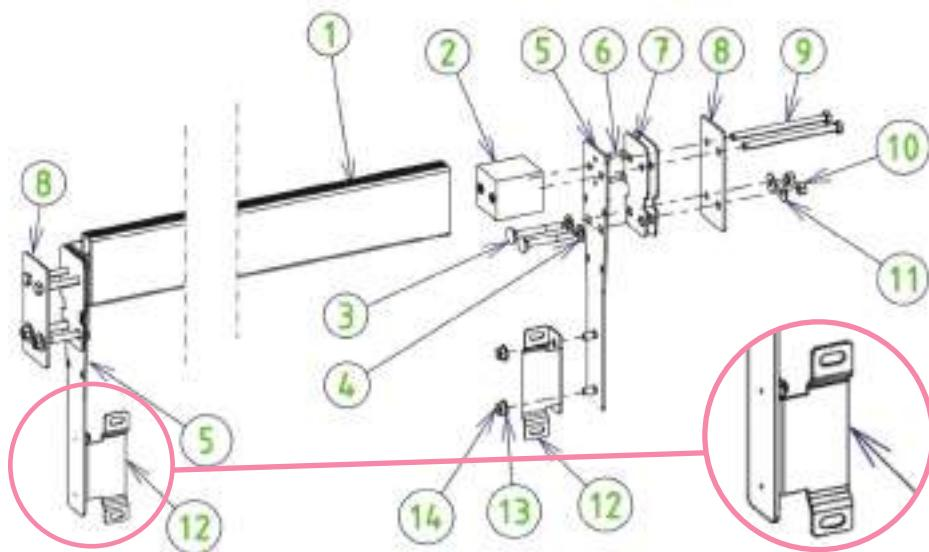

Рисунок 42 – Сборка и установка балки
Этапы установки балки показаны на *Рисунок 42*. Необходимые для сборки резьбовые детали вы найдете в пакете Y. На этом рисунке деревянная стенка расположена между деталями 7 и 8, а лайнера расположен между двумя резиновыми уплотнениями (7).
Установите два кронштейна опор перегородок (12) на платины (5) с помощью четырех гаек (14) и четырех шайб A4 (13) из нержавеющей стали диаметром 8 мм. Выступы с продолговатыми отверстиями, предназначенными для установки кронштейнов (12), должны находиться с той же стороны балки (см. увеличенное изображение на *Рисунок 42*).
Порядок установки перегородки и прожектора показан на *Рисунок 42*. Необходимые для установки резьбовые детали вы найдете в пакете Y.
Наконец, закрепите перегородку в кронштейнах (деталь 12 на *Рисунок 42*) с помощью четырех призонных винтов (7) 8 × 16, четырех шайб и четырех гаек A4 из нержавеющей стали диаметром 8 мм.